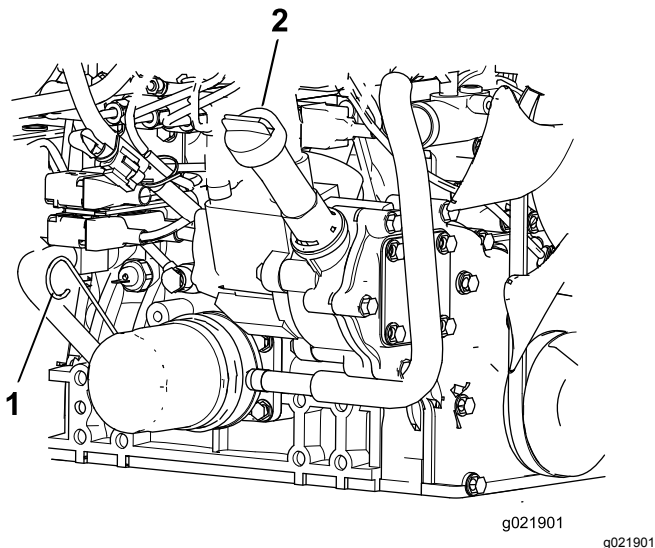

Figure 71
3. Sortez la jauge, essuyez-la sur un chiffon propre, replacez-la dans le goulot de remplissage, puis ressortez-la. Le niveau d'huile doit se situer entre les repères minimum et maximum (Figure 71).
4. Si le niveau d'huile est trop bas, retirez le bouchon de remplissage (Figure 71) et faites l'appoint d'huile jusqu'à ce que le niveau se situe entre les repères minimum et maximum. Ne remplissez pas excessivement.